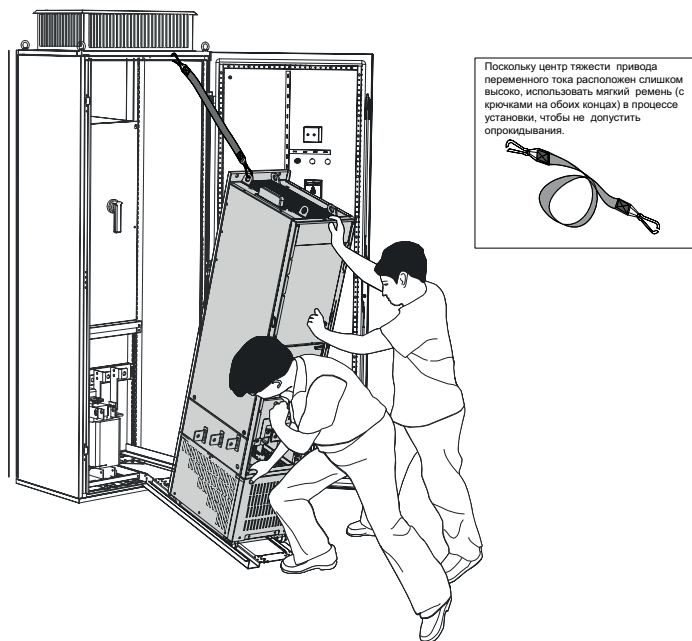

Рис. 2-18 Медленно вставлять привод переменного тока в шкаф
- ◆ Убедиться, что ролики выровнены по направляющей. Для обеспечения безопасности вставлять и извлекать привод силами двух человек, см. рис. 2-18 и 2-19.
5	Привлечь двух человек для выравнивания роликов привода переменного тока с направляющими и медленно вставить привод переменного тока в шкаф, как показано на рис. 2-18 и 2-19. Использовать мягкую лямку для вставки и извлечения, чтобы не допустить опрокидывания.